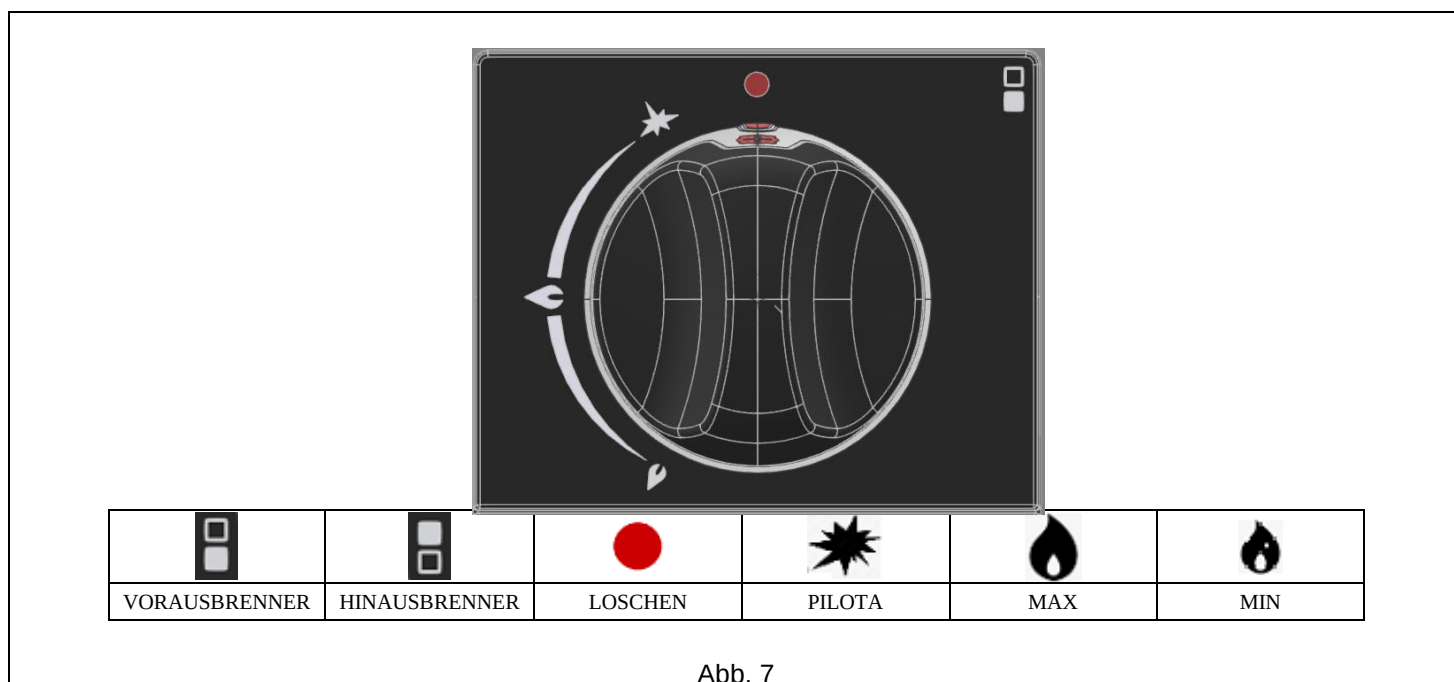

Abb. 7
6.2.1 Zünden der Brenner (Abb. 7)